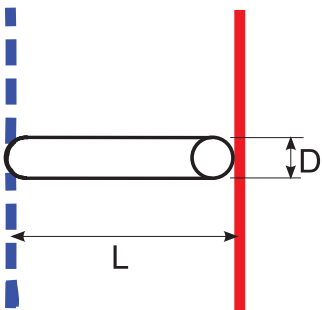

Bild 30 Bypass Detailansicht (→ [1] [IDUS B Abb. 28 und 29])
- [1] Bypass (→ Abb. 30) (→ [1] Tab. 10)